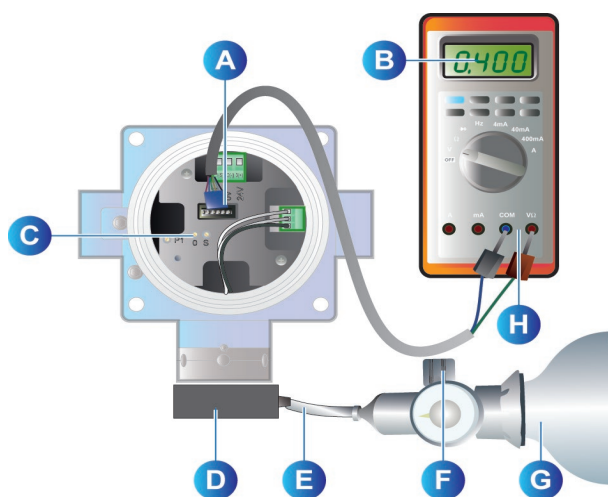

Figura 13: Regulação do zero e sensibilidade (OLCT 100)
2. Inserir as fichas verdes e brancas do cordão de medição respectivamente nos blocos terminais + e – do multímetro (Figura 13, rep. H).